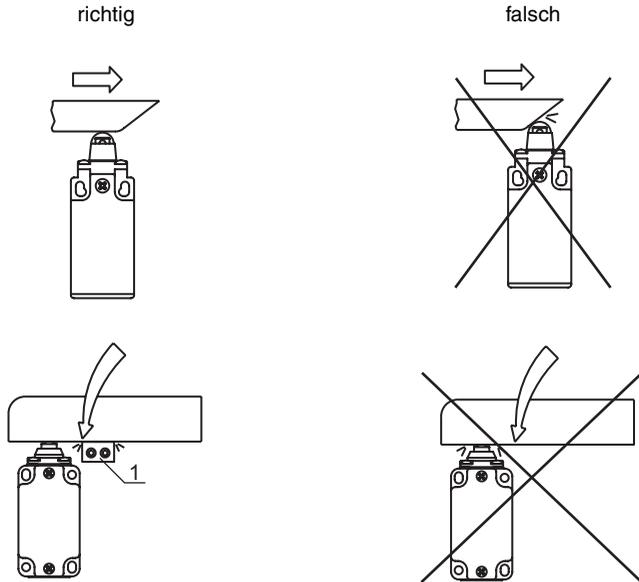

Bild 6.3: Mechanischer Anschlag (1)
- ↪ Separaten mechanischen Anschlag verwenden (siehe Bild 6.3).